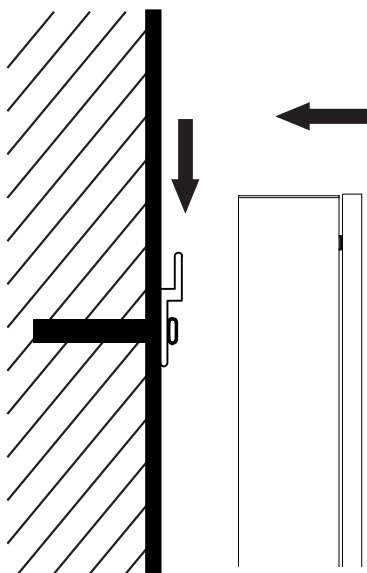

Abb. 5
2.2 Montieren Sie den Spiegelschrank an die Stange (Abb. 5).